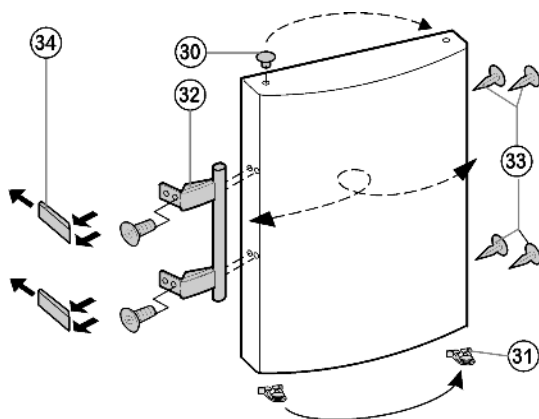

Fig. 8
- Faire déclipser le crapaud élastique Fig. 8 (31) hors de la porte supérieure et le placer du nouveau côté de la charnière.
- Enlever les bouchons Fig. 8 (30) des coussinets de la porte et les mettre de l'autre côté.
- Démontez les poignées de porte Fig. 8 (32), le bouchon Fig. 8 (33) et les plaques d'appui Fig. 8 (34) puis les repositionner sur le côté opposé.